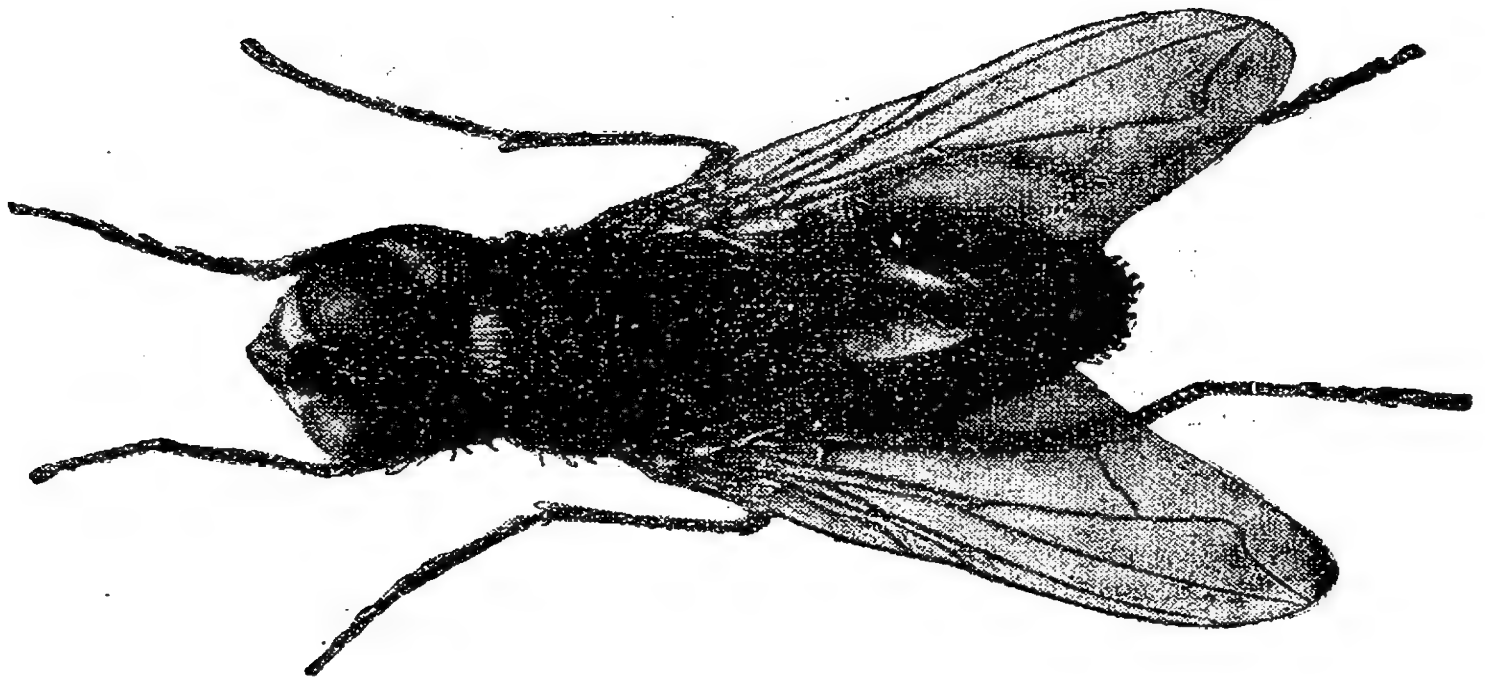

Fig. 1. — Une mouche (grossie 6 fois).
Le corps de la mouche (*fig. 1 et 2*), long d'un centimètre environ, est gris, rayé de noir. On y distingue nettement trois parties : une
**2. La tête.** — Sur les côtés de la tête se trouvent deux sortes de globes noirs ou roses, relativement gros : ce sont les yeux (*fig. 1, 2 et 3*).